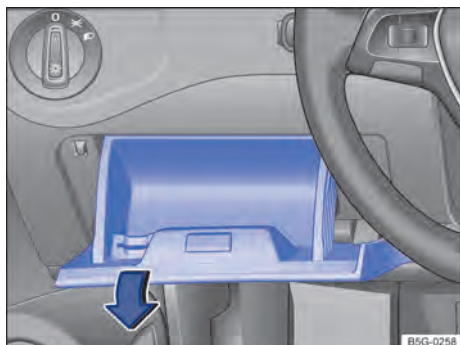

Fig. 220 À esquerda do volante: cobertura da caixa de fusíveis no painel de instrumentos.
- Abrir o porta-objetos do lado do condutor e puxar com força no lado esquerdo no sentido da seta ⇒ Fig. 220. Para isto, poderá ser necessário um esforço maior.